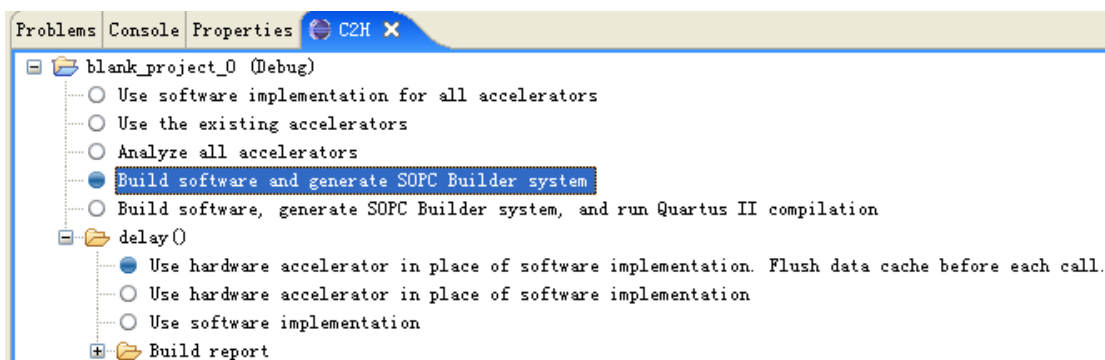

图 8-5 C2H 编译器加速选项（硬件加速）
26. 选了之后会在下方多出 C2H 的设定，选择“Build Software and generate SOPC Builder system”和“Use hardware accelerator in place of software implementation. Flush data cache before each call”。如图 8-5。